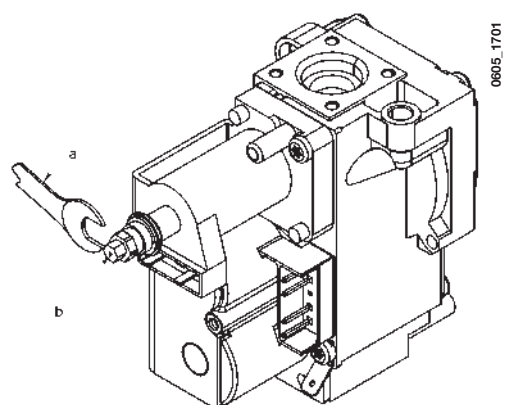

Figure 9
- régler la vis en laiton (**a**) Fig. 9 jusqu'à obtenir les valeurs de pression indiquées dans le tableau 1;
- débrancher le câble d'alimentation du modulateur et desserrer la vis (**b**) Fig. 9 jusqu'à atteindre la valeur de pression correspondant à la puissance réduite (voir tableau 1) ;